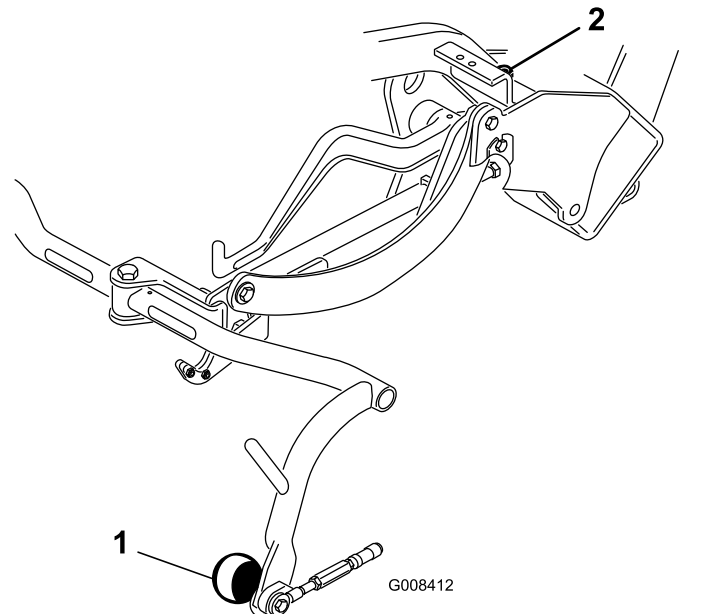

図 9
4. すき間の調整が必要な場合には、キャリアフレームのストップねじ **図 9** についているジャムナットをゆるめ、ストップねじの高さを変えてキャリアフレームの高さを調整する。ジャムナットを締めて調整を固定する。